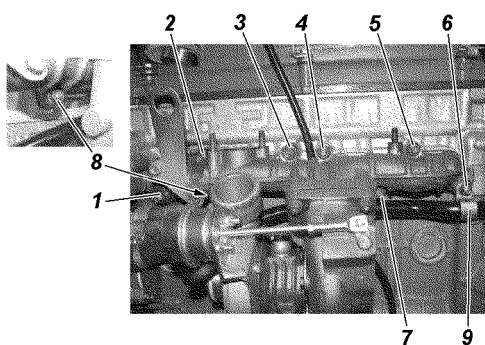

Рис. 4.173. Выпускной коллектор:
12. Отвернуть гайки 1 - 7 (рис. 4.173) крепления выпускного коллектора к головке блока цилиндров. Для отворачивания гайки 8, закрытой тангенциальным патрубком корпуса компрессора, необходимо выполнить операции 14 - 16.